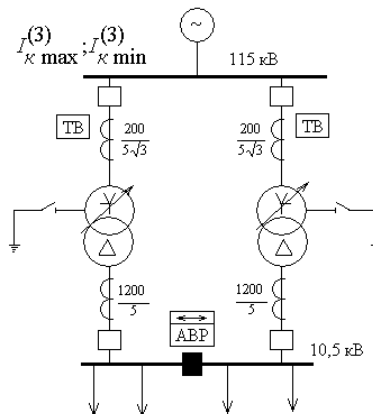

Рис.7.
4. Двухтрансформаторная подстанция промышленного предприятия получает питание от шин системы (рис. 7). Установившееся значение тока трёхфазного КЗ на шинах системы в максимальном режиме составляет 8100 А, в минимальном режиме – 7500 А. Трансформаторы, установленные на подстанции - ТДН-16 МВА; $115 \pm 9 \times 1,78\% / 11 \text{ кВ}$; $u_{к.ср} = 10,5\%$, $u_{к.мин} = 9,8\%$, $u_{к.макс} = 11,7\%$. На стороне 10 кВ трансформаторы работают раздельно. Параллельная работа трансформаторов не предусматривается. На секционном выключателе установлено устройство АВР. Выбрать схему токовых цепей максимальной токовой защиты трансформатора, определить параметры её срабатывания и оценить её чувствительность